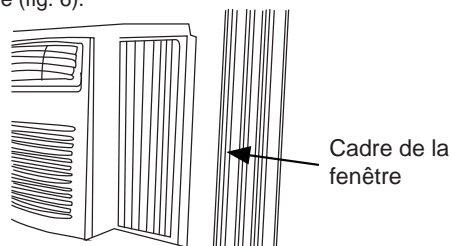

Fig. 6
B. Allongez les panneaux latéraux jusqu'au cadre de la fenêtre (fig. 6).